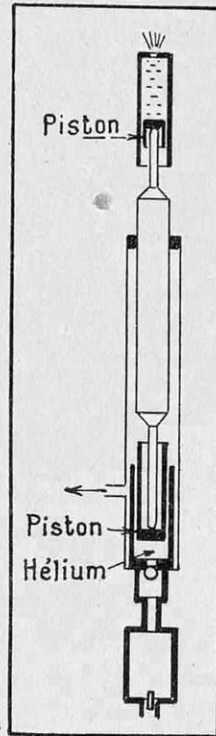

FIG. 4. — SCHÉMA DE PRINCIPE DE LA MACHINE DU PROFESSEUR KAPITZA POUR LA LIQUÉFACTION DE L'HÉLIUM
terre (1) ; ce dernier physicien, en appliquant à l'hélium les méthodes de détente avec travail extérieur, dues à M. Georges Claude, a réalisé un appareil très pratique dont la figure 4 montre le principe ; le travail extérieur est celui d'un plongeur hydraulique ; comme toute lubrification est impossible à ces températures, on s'est contenté de laisser un intervalle étroit entre le piston et le cylindre, et d'ac-